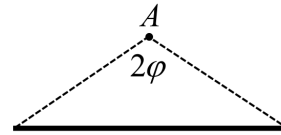

Рис. 1
**Часть 1.** Тонкий стержень из диэлектрика равномерно заряжен с линейной плотностью заряда  $\lambda$ . Точка  $A$  расположена на расстоянии  $h$  от стержня и равноудалена от его концов. Стержень виден из точки  $A$  под углом  $2\varphi$  (рис. 1). Определите напряженность электрического поля в точке  $A$ .